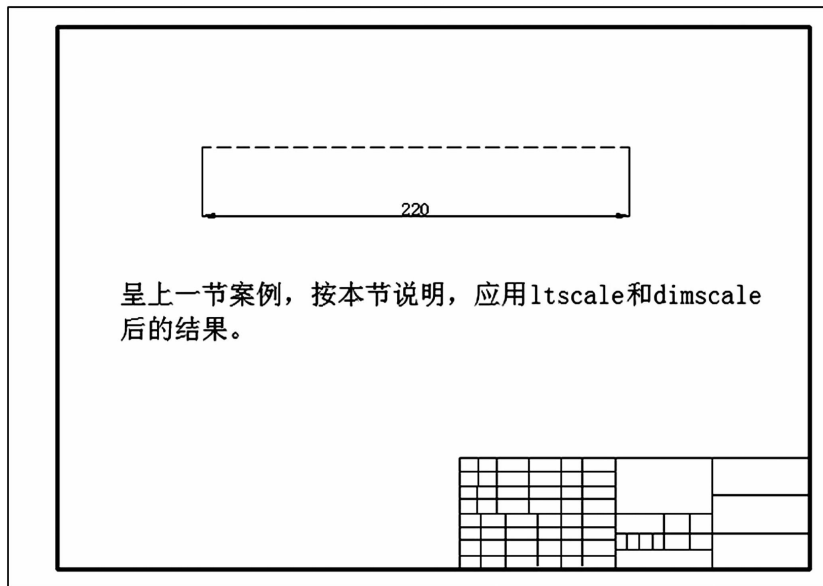

图 1-42 调整线型比例和全局尺寸标示比例后的结果
(4) 运行 REGEN 命令。
(5) 查看图面上的线条和尺寸标注是否恰当。如果目视不恰当,请再重复步骤(3)~(4),并向上或向下修正系数值,直到目视结果满意为止。参见图1-42所示。
(6) 将图面输出到打印机或绘图仪,查看实际的图面输出结果是否恰当,若不恰当,再重复步骤(3)~(4),并向上或向下修正系数值,直到输出结果满意为止。
(7) 记录下现在使用的图框尺寸、画图比例以及 LTSCALE 和 DIMSCALE 的结果数值。一般 LTSCALE 和 DIMSCALE 的结果数值是接近的。所记录下来的值就是经验值,以后如有同样的情况,沿用此经验值即可。